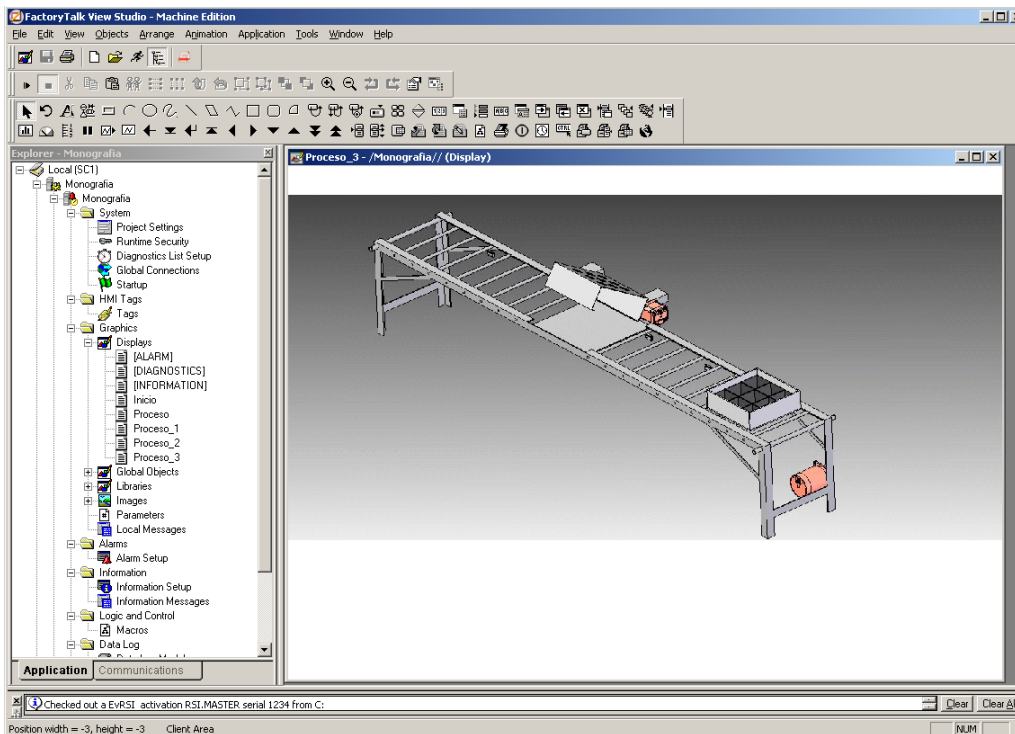

Figura 58. Imagen de la Pantalla Proceso_3 para la Maquina de Embalaje. [4]
- Proceso_3 (Banda de Cajas). (Ver Figura 58)